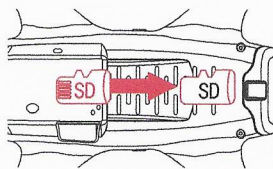

Figure 1: Retirer la carte SD
1. Retirer la carte SD située sous le drone (Figure 1).